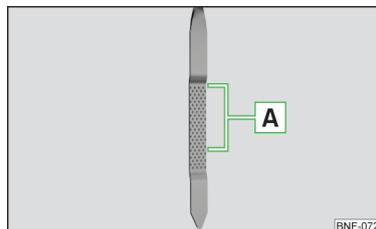

Fig. 139
El nivel de aceite tiene que situarse en la zona **A** » fig. 139. Si el nivel de aceite se encuentra por debajo de la zona **A** se debe rellenar aceite.
- El nivel de aceite no debe estar nunca fuera de la zona **A** » fig. 139. ¡Existe riesgo de daños del motor, así como en el sistema de gases de escape!